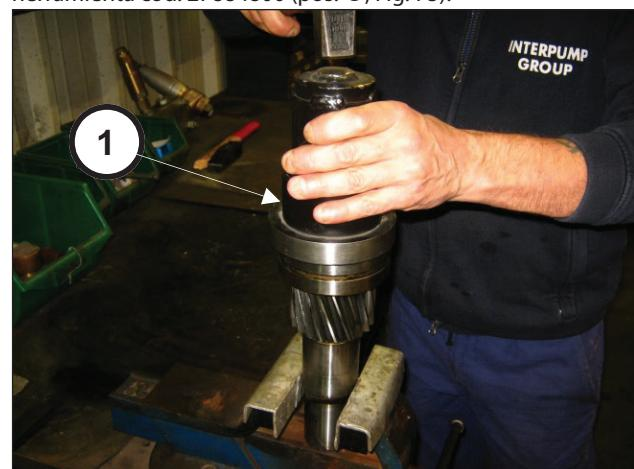

Fig. 75
Montar el cojinete 45x100x36 en el piñón utilizando la herramienta cód. 27884800 (pos. ①, Fig. 75).